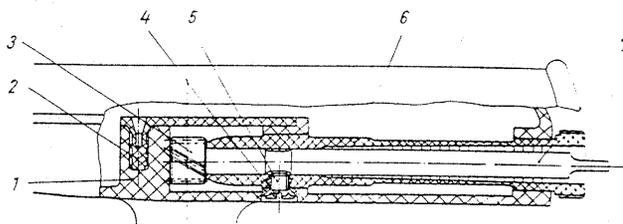

Fig. 38. Commande de tachymètre (dessin en coupe)
La commande du tachymètre est représentée en coupe à la fig. 38. La roue hélicoïdale assortie est fixée avec un circlip à crochet sur le corps amortisseur à couronne dentée. Le pignon de la commande de tachymètre est échangé en dévissant la vis noyée (5) du recouvrement de chaîne et en retirant par l'arrière le coussinet (6) avec le pignon (3) et (7). Au cours du montage il faut que le pignon, la tige de pignon et la roue hélicoïdale soient enduits de graisse pour palier de roulement.